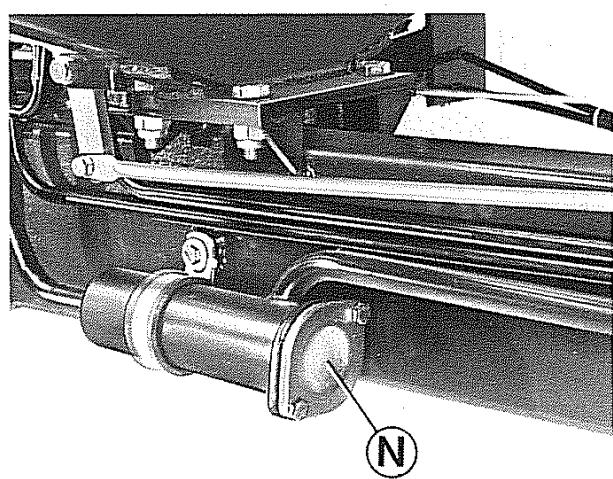

Fig. 10 - Pulizia filtro olio
- togliere il coperchio **N** (fig. 10) svitando le viti che lo fissano e sfilare il filtro.